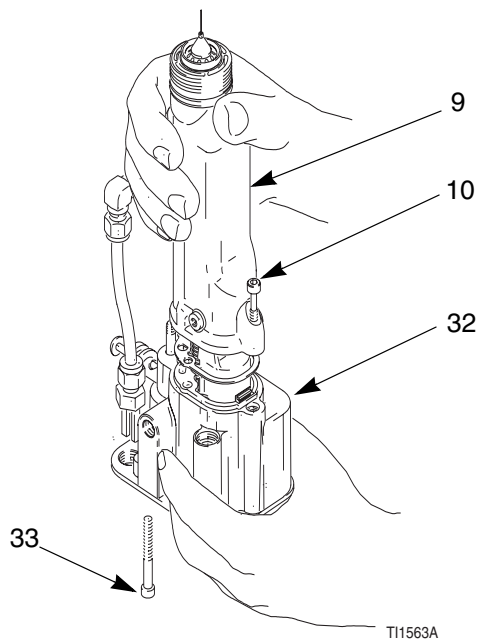

Abb. 28. Pistolenlauf ausbauen
2. Luftkappensatz entfernen; siehe Seite 34. Pistolenabdeckblech (2) entfernen.
3. Sorgfältig die Mutter (20) am Materialfitting lösen. Das Rohr (19) aus dem Fitting (23) ziehen. Darauf achten, dass beide Klemmringe (21, 22) und die Mutter am Rohr bleiben.
4. Gegenmutter (28) und Stellglied (29) entfernen. Siehe Seite 38.
5. Die drei Schrauben (10, 33) lösen. Siehe Abb. 28.
6. Den Pistolenkörper (32) mit einer Hand halten und den Lauf (9) gerade vom Körper wegziehen. Siehe Abb. 28.